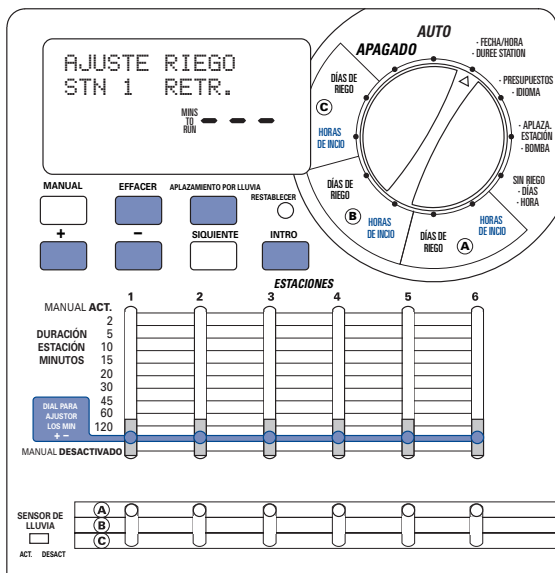

Ilustración 11: “Ajuste del dial por minuto”
- Ponga el conmutador de duración del riego (**Watering Duration**) en posición **DIAL PARA AJUSTAR LOS MIN** para cada estación. [Ilustración 11]